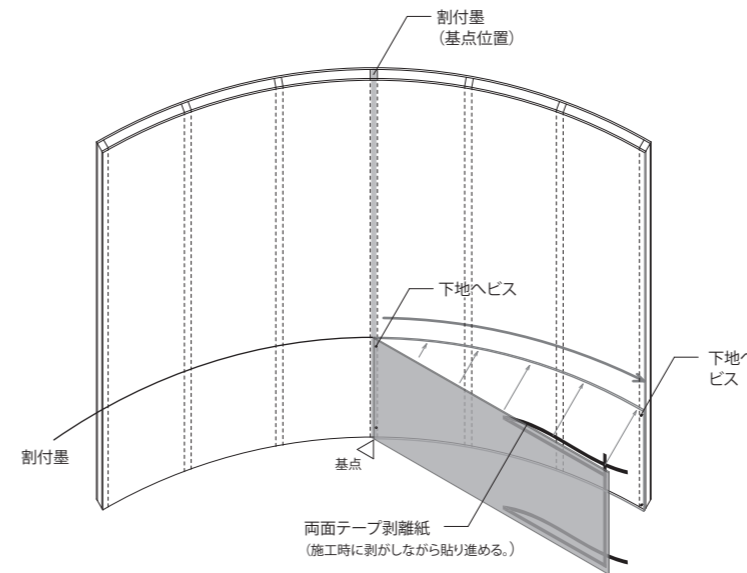

図6. 基点位置 (Belle K-CAL 横貼り)
①基点位置確認
- 図6の様に、基点位置へBelle K-CAL短端部を合わせます。(横貼り)
②端部ビス固定
- 図6の様に端部をビスで固定します。曲面壁に沿わせて圧着させた後、基点側と同じようにビスで固定して下さい。